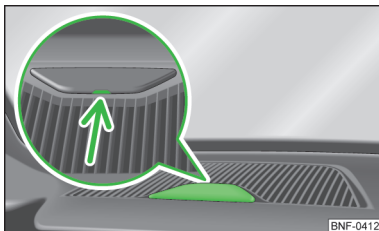

Fig. 77
- De exemplu introduceți o monedă în degajarea marcată cu săgeată » fig. 77 și rabatați cu atenție, înspre în sus, masca de acoperire.
- Închideți orificiul din bord pentru suport, cu ajutorul capacului » fig. 77.